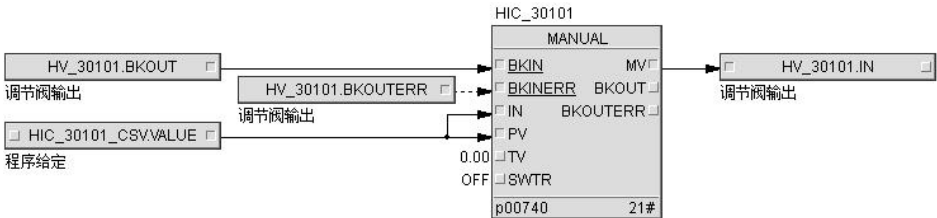

图 3.1.4.手操器程序搭建
- 功能块手动状态，IN 跟踪 MV 值，可以将程序给定值连至 IN 和 PV，通过监控面板的 PV 值知道程序给定值是多少，详细程序搭建如图 3.1.4 所示：